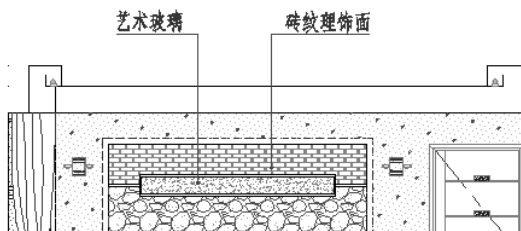

图 17.82 标注位置及结果
(31) 根据命令行的提示，分别在绘图区指定 3 个引线点，标注引线注释，标注位置及结果如图 17.82 所示。